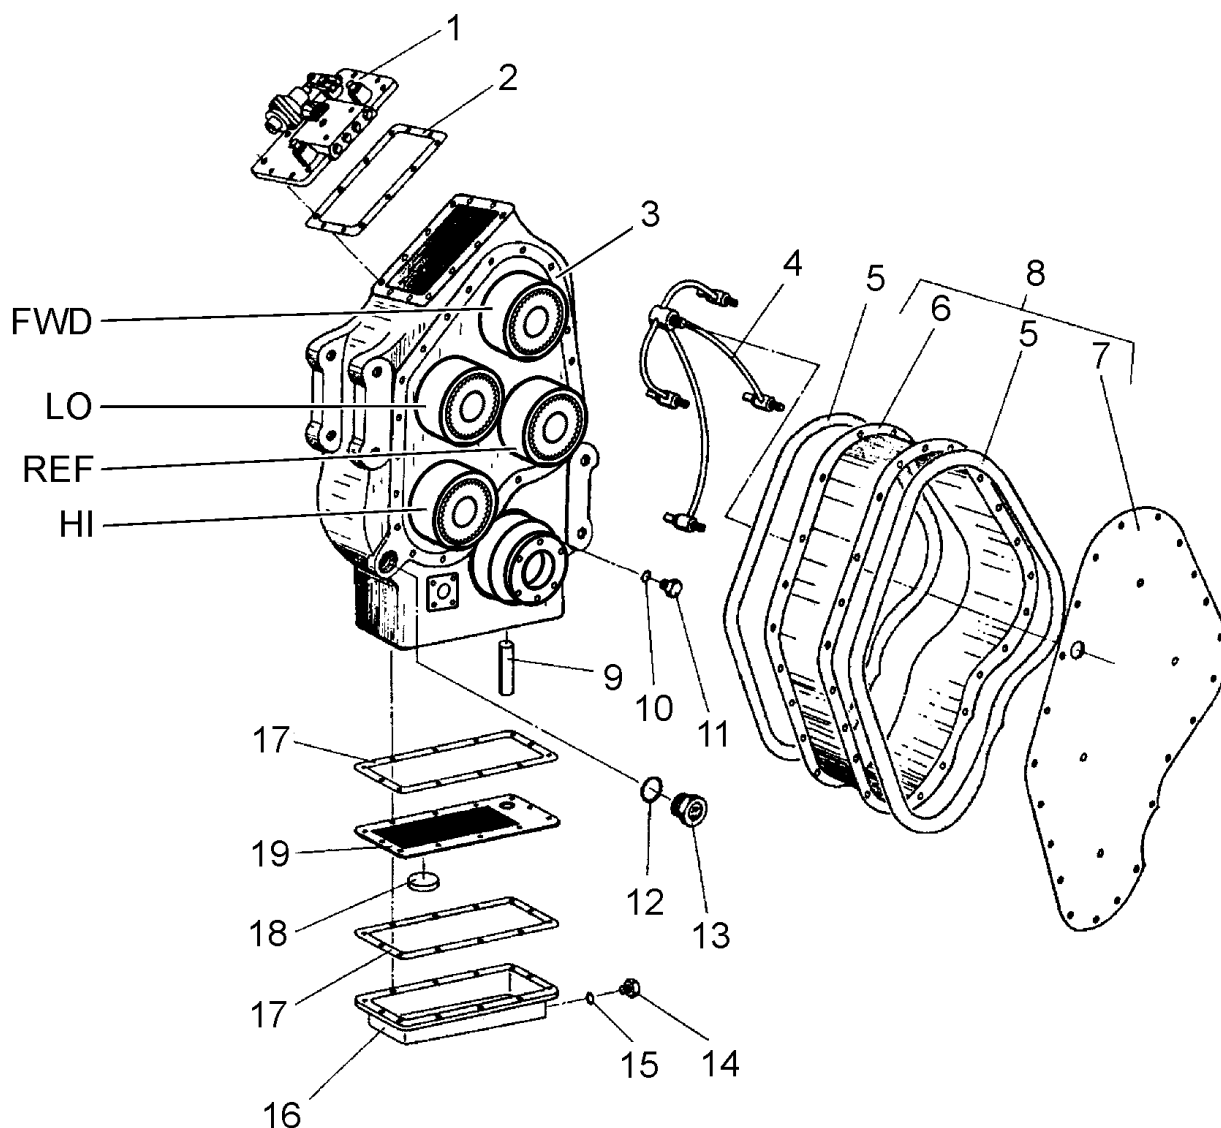

Рис. 7С.7. Корпус коробки передач
Разборка фрикционов и ограждения фрикционов (Рис. 7С.8.)
1. Открутить крепежные гайки и снять плиту (7, Рис. 7С.7.) ограждения фрикционов вместе с уплотнительной прокладкой (5).
2. Открутить крепежные гайки и снять корпус (6) ограждения фрикционов вместе с уплотнительной прокладкой (5).